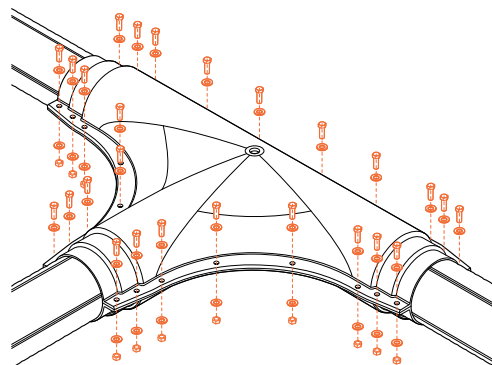

Рис. 4.6.6
- Установить в обжимное устройство упорные вставки необходимого размера (рис. 4.6.6).
6. Соединить верхнюю и нижнюю половины защитного кожуха при помощи крепежных элементов (рис. 4.6.6).